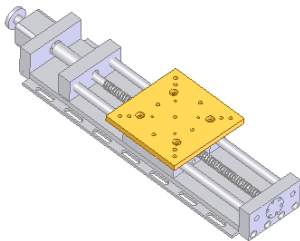

图 10-71 平移台装配体
绘制平移台装配体，如图 10-71 所示。首先创建一个装配体文件，然后依次插入平移台装配体的零部件，最后添加配合，并调整视图方向。本案例视频内容光盘路径：“X:\动画演示\第 10 章\10.7 平移台装配体.avi”。
⑬保存文件。单击[保存]按钮，将零件保存为平移台.sldprt。最后的效果如图 10-71 所示。